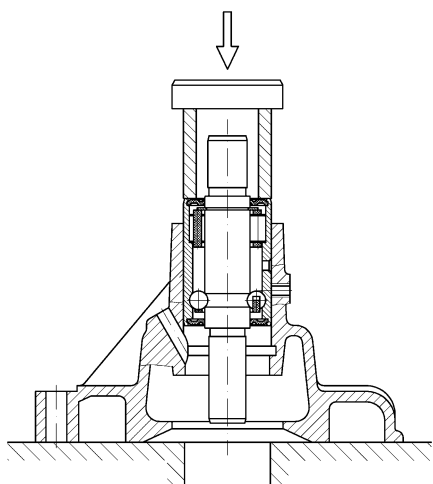

Рис.145. Запрессовка подшипника с валиком
- с помощью оправки запрессовать подшипник с валиком в сборе в корпус так, чтобы гнездо под фиксатор на обойме подшипника совпало с отверстием в корпусе насоса (рис.145);